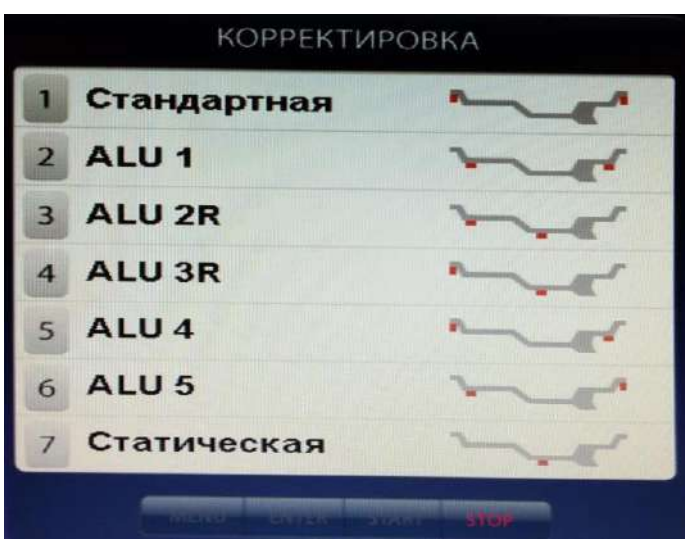

Рис. 11.1.
11.2. Для выбора схем расположения грузов в программах ALU1-ALU5 необходимо, находясь в режиме основного рабочего экрана нажать кнопку «ALU», при этом открывается окно схем установки грузов, отмеченных номерами (рис. 11.1). Для выбора нужной схемы нажмите кнопку верхнего ряда клавиатуры с соответствующим номером. Выбранная схема установки грузов отображается в окне 3 экрана основного рабочего режима (рис. 10.1).